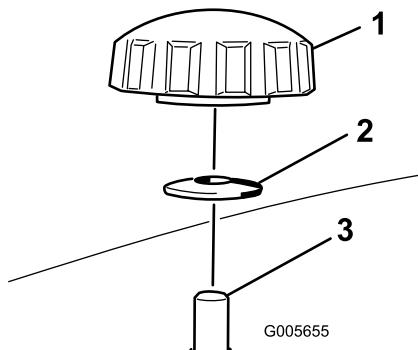

Figura 27
4. Togliete le 2 manopole e le rondelle curve che fissano il diaframma destro al tosaerba (Figura 27).
- 5. Togliete il diaframma destro e abbassate il deflettore dell'erba sull'apertura di scarico come illustrato nella Figura 27 e Figura 28.
5. Infilate il diaframma destro sotto il piatto di taglio e fissate utilizzando le 2 manopole e le rondelle curve (lato concavo verso il tosaerba) come illustrato nella Figura 27 e Figura 28.